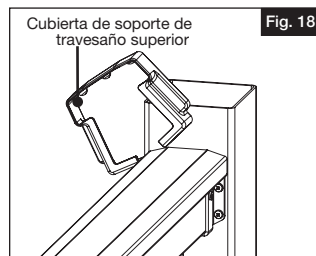

Fig. 18
- c. Abra la cubierta del soporte del travesaño superior para permitir que rodee el travesaño superior (Fig. 18). Mientras esté abierto, asegúrese de que la "lengüeta" encaja detrás del travesaño y contra el poste.